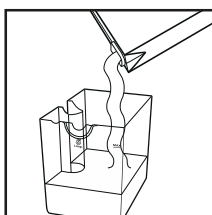
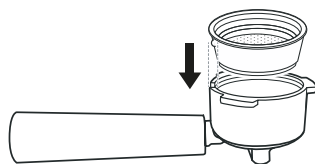
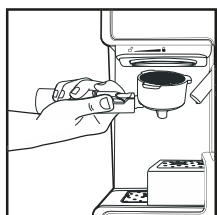
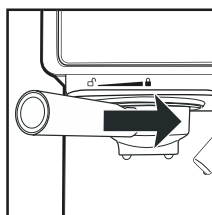

Рис. 2
Рис. 3
Рис. 5
Рис. 6
- Снимите ёмкость для молока (11), также наполните её холодной водой до отметки MAX и установите её на место (рис. 2).
- Выберите один из фильтров для кофе (20 или 21) и установите его в держатель (19), совместив выступ на фильтре с прорезью в держателе (19) и поверните фильтр по/против часовой стрелке (рис. 3, 4).
- Установите держатель фильтра в кофеварку. Выступы держателя (19) должны совпасть с пазами на бойлере (рис. 5), после чего поверните ручку держателя фильтра (17) в правую сторону до упора (рис. 6, 7).
- Насыпьте молотый кофе в фильтр: 2 полные мерные ложки – для приготовления двойной порции кофе и 1 полную ложку – для приготовления одной порции кофе, разровняйте и слегка утрамбуйте молотый кофе обратной стороной мерной ложки (22).
- Выступы держателя (19) должны совпасть с пазами на бойлере (рис. 5), после чего поверните ручку держателя фильтра (17) в правую сторону до упора (рис. 6, 7).
- Снимите ёмкость для молока (11), также наполните её молоком и установите её на место (рис. 2).